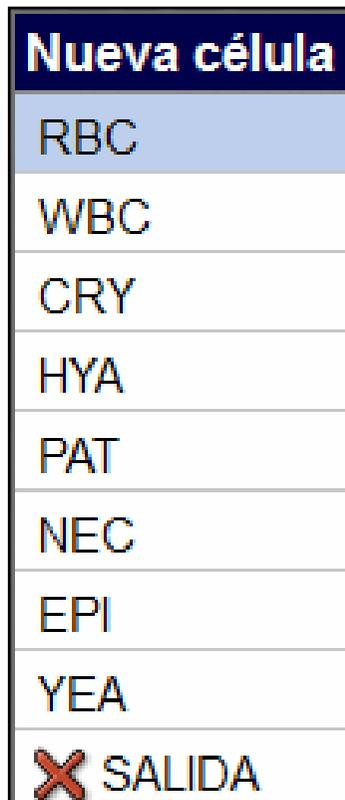

Figura 17: Lista predeterminada de clases de partículas disponibles
- Pulse cualquier zona de la imagen de campo visual para visualizar la lista de clases de partículas disponibles (consulte Figura 17). En la lista **Nueva célula**, pulse en una clase de partícula para ver sus subclases disponibles. Pulse dos veces en la clase o subclase de partícula deseada para añadirla a la imagen de campo visual en el punto especificado. Pulse dos veces en **Salida** de la lista para cancelar la modificación.